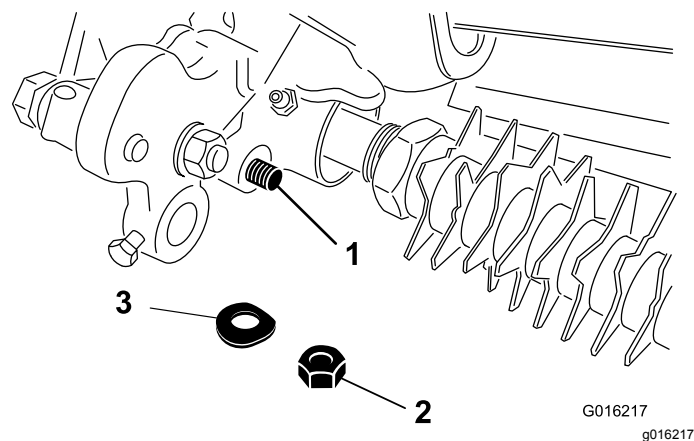

图 14
3. 用先前卸下的垫圈和锁紧螺母将调整臂组件的杆端固定至疏草刀驱动组件图 14。
8. 用垫圈和锁紧螺母将调整臂组件的杆端固定至疏草刀驱动组件图 14。